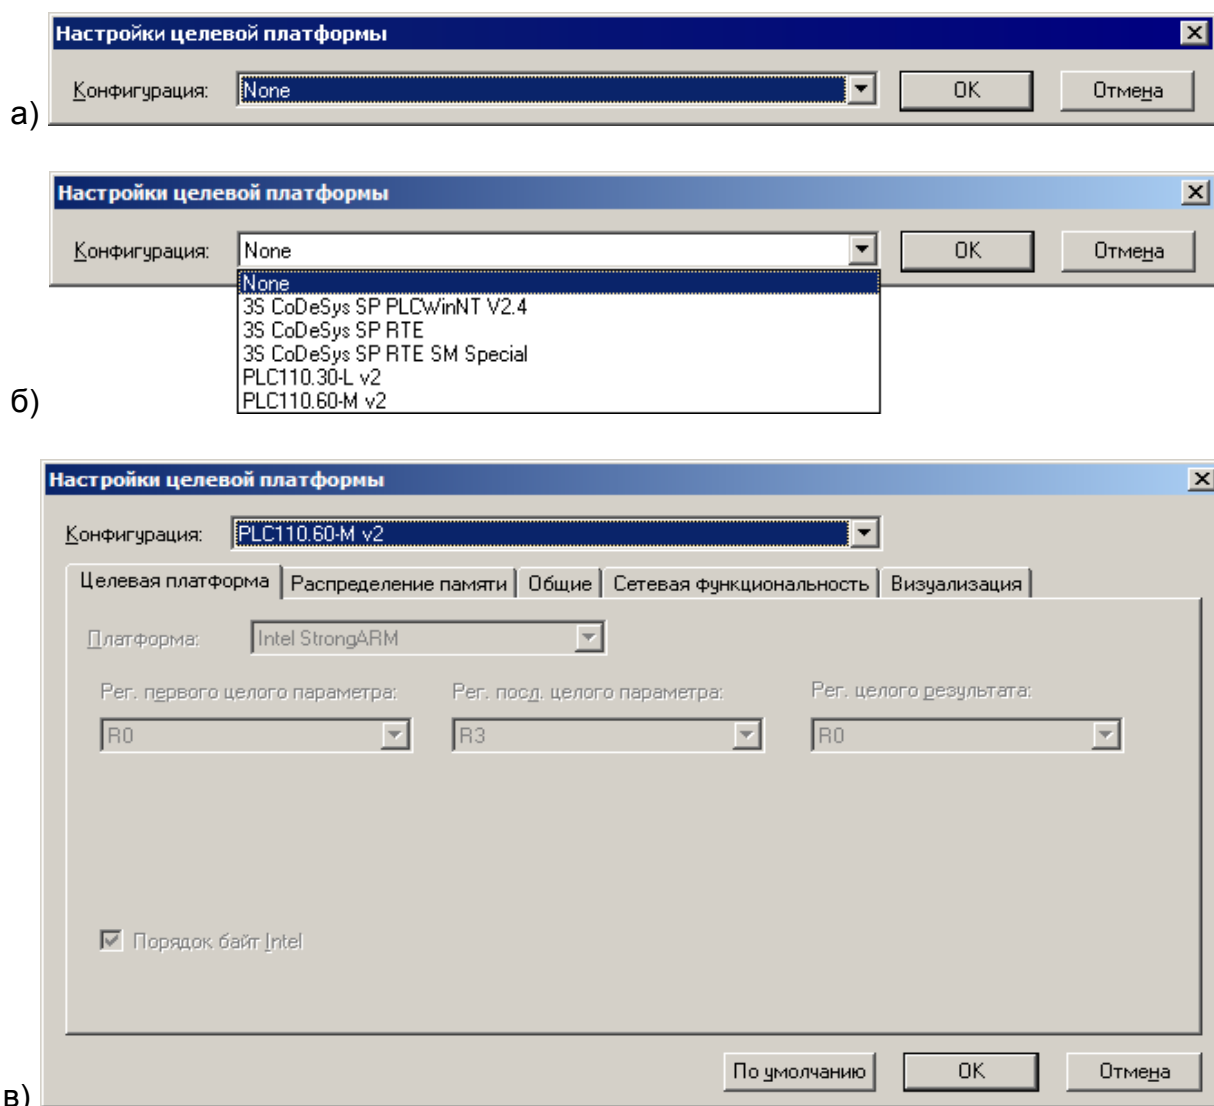

Рисунок 3.3 – Окно «Настройки целевой платформы (TargetSetting)»
После запуска ПО CODESYS открывается Главное окно программы (см. рисунок 3.3).
- 3) В открывшемся окне «Настройки целевой платформы (Target Settings)» (рисунок 3.3, а) – нажатием на кнопку у правого края поля «Конфигурация (Configuration)» раскрыть список предварительно установленных на ПК Target-файлов (см. п. 3.2). В списке – выделить требуемый файл (рисунок 3.3, б) и щелкнуть на его названии левой кнопкой мыши.